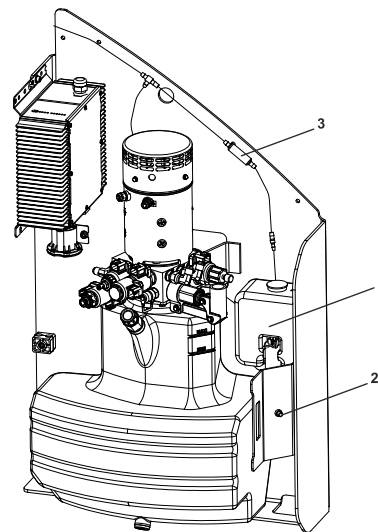

Bild 5-6. Nachfüllen der Batterien mit Wasser
- Trennen und reinigen Sie das **Filter (3)** (Siehe Bild 5-6.), indem Sie den Wasserfluss gegenüber der normalen Richtung umkehren